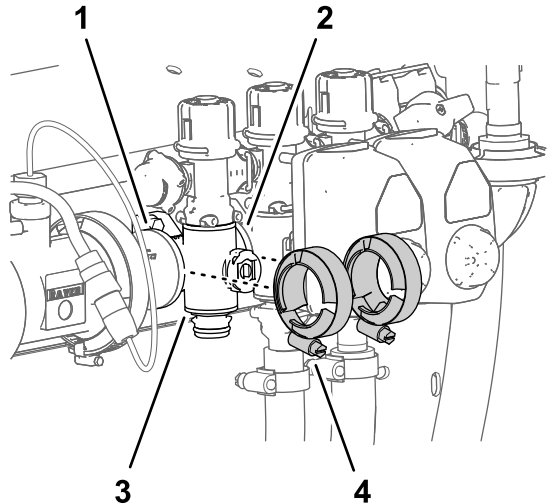

Figura 134
4. Monte sem apertar as braçadeiras da flange que retirou em Remoção da válvula do coletor de secção \(página 91\) nas flanges do coletor da válvula de secção da outra válvula de secção e/ou adaptador de acoplamento (Figura 134).
- Aperte as 2 braçadeiras da flange à mão (Figura 134).